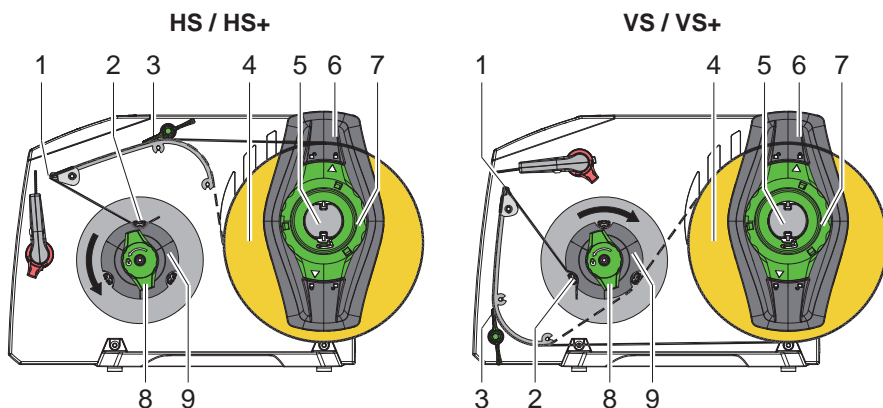

Figura 6 Introducir etiquetas
1. Girar el anillo de ajuste (7) con la flecha sobre el símbolo y sacar el ajustador de márgenes (6) del soporte de rodillos (5).
2. Deslice el rollo de material de impresión (4) sobre el soporte (5) hasta que al enrollarse las etiquetas en el modelo HS se muestren hacia arriba, mientras en el modelo VS se muestren hacia abajo.
3. Colocar de nuevo el marginador (6) y empujarlo hasta el tope del rollo de material.
4. Girar el anillo de ajuste (7) con la flecha sobre el símbolo, y fijar así el ajustador de márgenes (6) sobre el soporte de rodillos (5).
5. Baje la pinza (3).
7. Pase el material de impresión por encima del borde expendedor (1) hasta el enrollador (9), según se ve en la figura 6. La línea de guiones indica la posición de las etiquetas enrolladas en el interior.
8. Mantener fijo el rebobinador (9) y girar el botón giratorio (8) en el sentido de las agujas del reloj hasta el tope.
9. Deslizar el material de soporte bajo una pinza (2) del rebobinador (9) y deslizar el botón giratorio (8) hasta el tope en sentido contrario a las agujas del reloj.